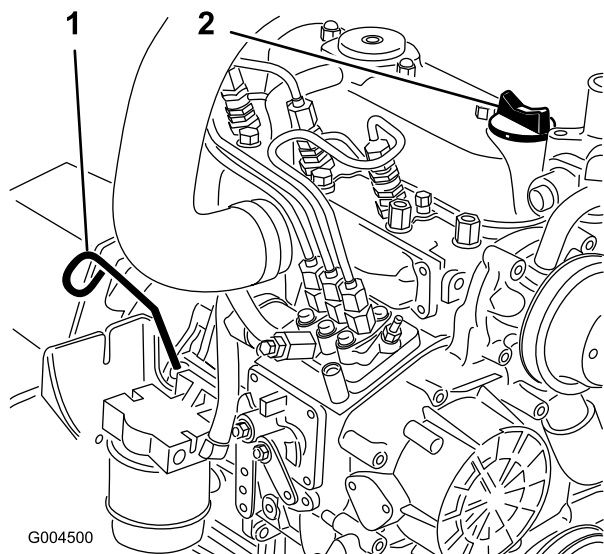

Figura 43
2. Retire la varilla (Figura 43), límpiela, y vuelva a colocarla. Retire la varilla y compruebe el nivel de aceite.
3. Si el nivel de aceite está por debajo de la marca Lleno, retire el tapón de llenado (Figura 43) y añada aceite hasta que el nivel llegue a la marca Lleno de la varilla.